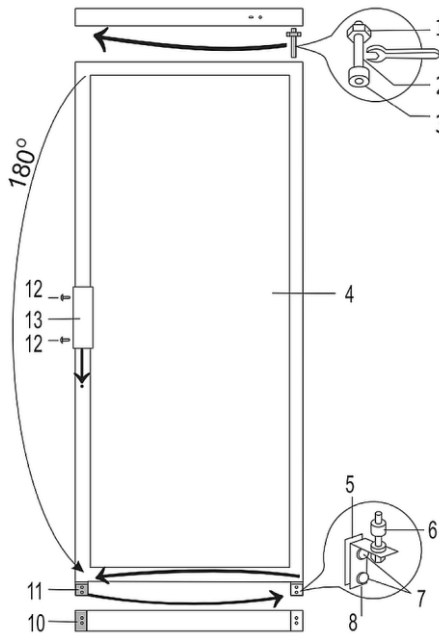

Рис. 6
1. Відгвинтити два гвинти (7, рис. 6) і зняти нижній кронштейн петлі (8) з комплектом шайб (6) на осі і проміжний елемент (5).
2. Вигвинтити гвинти (7) і зняти кронштейн петлі (11).
3. Зняти двері холодильника (4).
4. Відгвинтити втулку підшипника (2) разом з гайкою (1) і шайбами (3) від верхньої опори петлі.
6. Спочатку повернути двері (4) на 180 °, потім вставити верхню втулку підшипника (2) у двері (4) і повісити двері (4).
7. Зняти кріпильні гвинти (12) з дверей і витягнути дверну ручку (13).
8. Дверну ручку (13) змонтувати з протилежного боку.